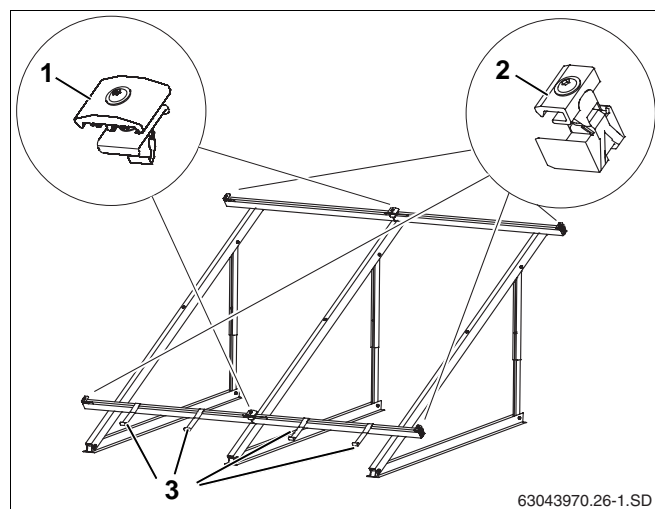

Bild 43 Fästelement för solpanelen
Solpanelerna sätts fast på profilskenorna med den ensidiga panelklämman (bild 43, **pos. 2**) i början och slutet av en solpanelsrad och med den dubbelsidiga panelklämman (bild 43, **pos. 1**) mellan solpanelerna.
Dessutom förhindras att solpanelerna glider ned med hjälp av anti-glidskydd (bild 43, **pos. 3**).